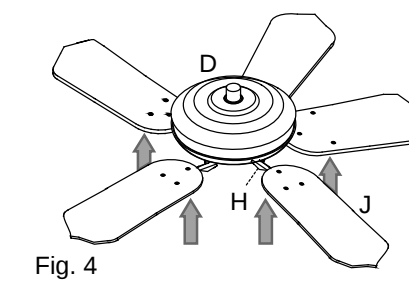

Fig. 4
4. Introduzca los tornillos del motor (K) restantes junto con las arandelas (M). [Fig. 4] Apriete bien todos los tornillos (K).